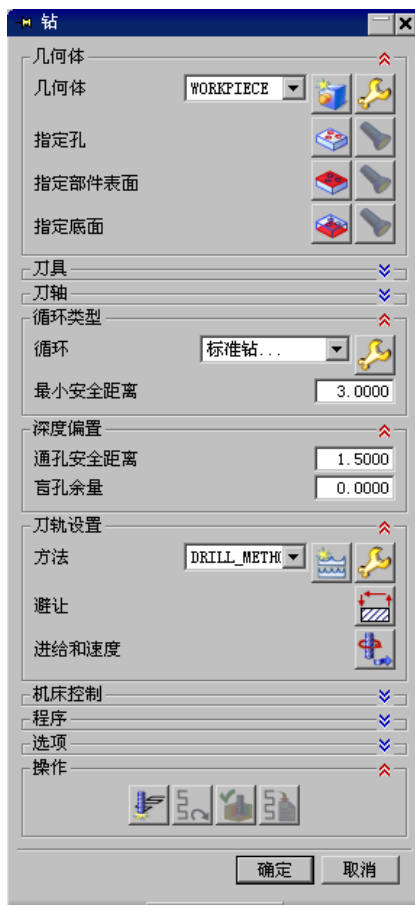

图 6.7.6 “钻”对话框
Step2. 确定加工方法。在“创建操作”对话框的 **操作子类型** 区域中选择 “DRILLING” 按钮 ，在 **几何体** 下拉列表中选择 **WORKPIECE** 选项，在 **刀具** 下拉列表中选择 **D6 (Drilling Tool)** 选项，其他参数采用系统默认设置，单击 **确定** 按钮，系统弹出图 6.7.6 所示的“钻”对话框。